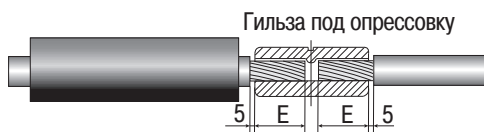

Рисунок 5
4.9 При соединении жил гильзами под опрессовку удалить изоляцию с жил на длине Е+5мм (рисунок 5).
4.12.1 Установить на соединяемые жилы гильзу и произвести опрессовку. Секторные жилы перед опрессовкой должны быть скруглены пассатижами, лёгким обиванием киянкой или специальным инструментом (рисунок 5)